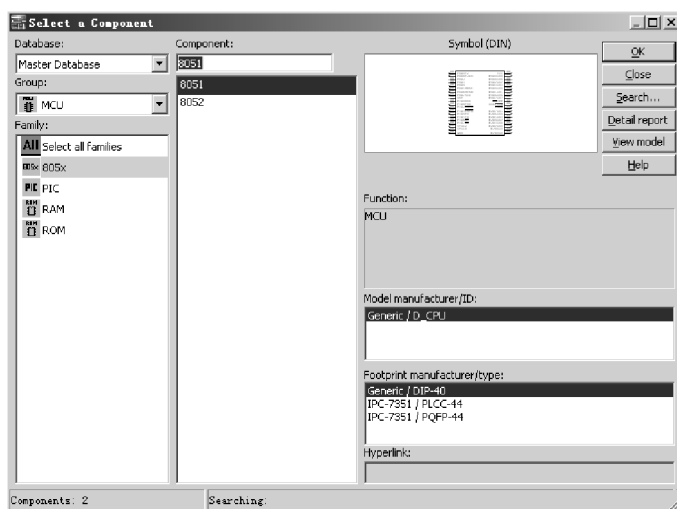

图 6-73 元件库选择窗口
单击元件工具栏的  按钮，弹出如图 6-73 所示的元件库选择窗口。在此窗口中可以选择放置单片机 8051，单击 按钮即可。
(1) 打开源码编辑区。在图 6-73 中双击 8051 芯片，在弹出的对话框中选择 code（源码）→Properties（属性），进入 MCU code Manager（MCU 源码管理器）→New MCU Project→输入工程名→选定生成的工程→New File→选择文件类型并输入文件名→确定后出现编辑区。